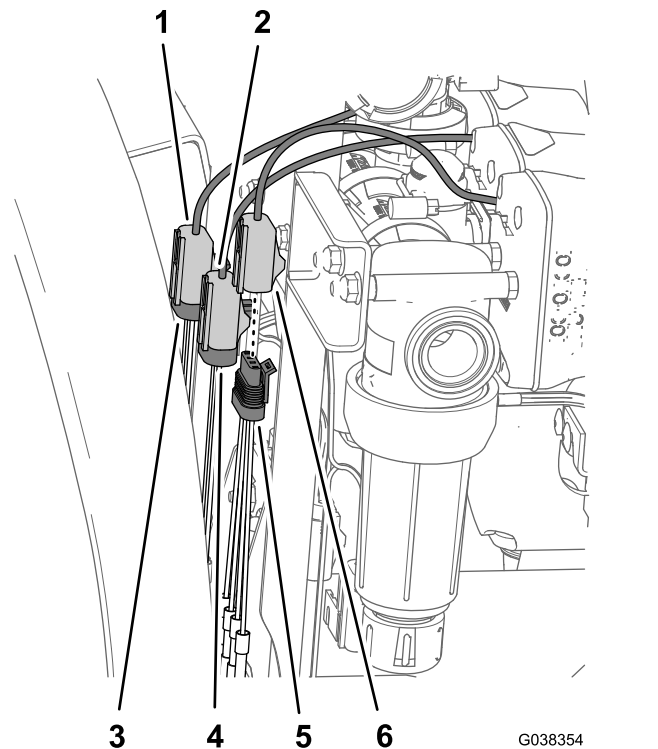

Bild 57
1. Stecken Sie den 3-Stift-Ventilkabelbaum, der mit MASTER-SPRAY VALVE beschriftet ist, in den 3-Buchsen-Stecker für das Hauptsprühventil (Bild 57).
2. Stecken Sie den 3-Stift-Ventilkabelbaum, der mit AGITATION VALVE beschriftet ist, in den 3-Buchsen-Stecker für das Rührwerkventil (Bild 57).
3. Stecken Sie den 4-Stift-Ventilkabelbaum, der mit RATE VALVE beschriftet ist, in den 4-Buchsen-Stecker für das Dosierungsventil (Bild 57).